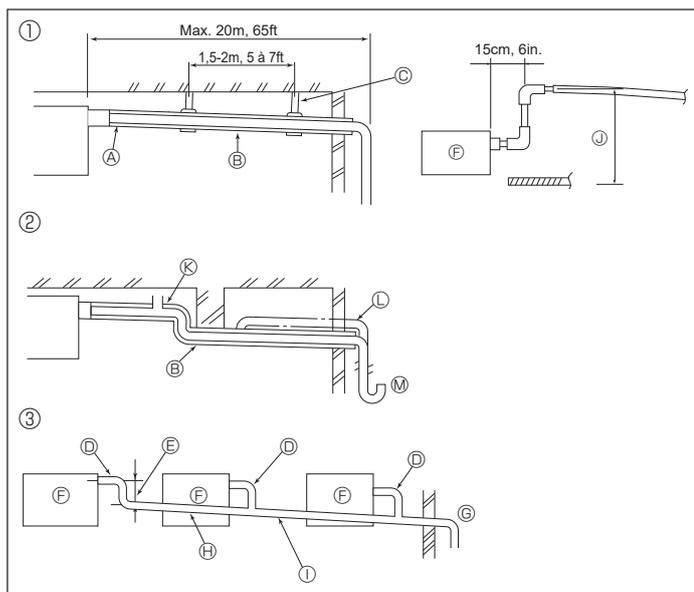

Fig. 5-1
5.1. Mise en place du tuyau d'écoulement (Fig. 5-1)
- ① Tuyauterie correcte
- ② Tuyauterie incorrecte
- ③ Mise en place groupée des tuyaux